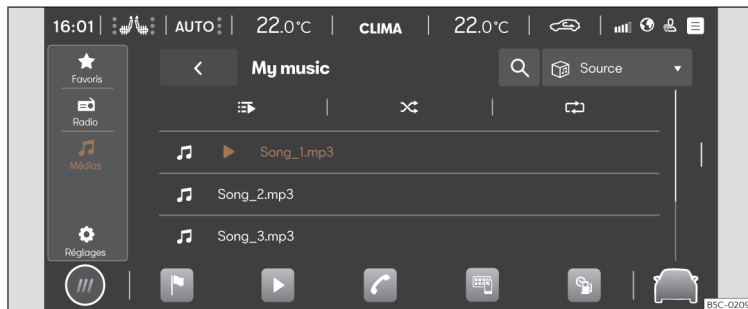

Fig. 167 Représentation schématique : Vue Multimédia.
- Appuyez sur **HOME** > ► > 🎵 >>> **fig. 167**.